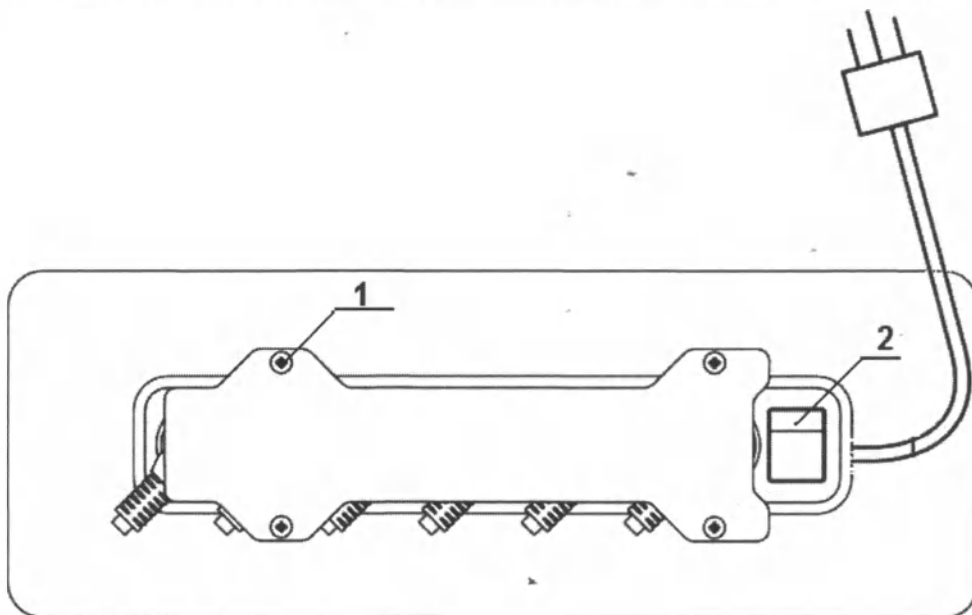

Рис.6
8.4 Снять защитную крышку с многоместного соединителя отвернув винты 1, подключить сетевые вилки от аппаратов и установить защитную крышку с применением винтов 1 (рисунок 6).